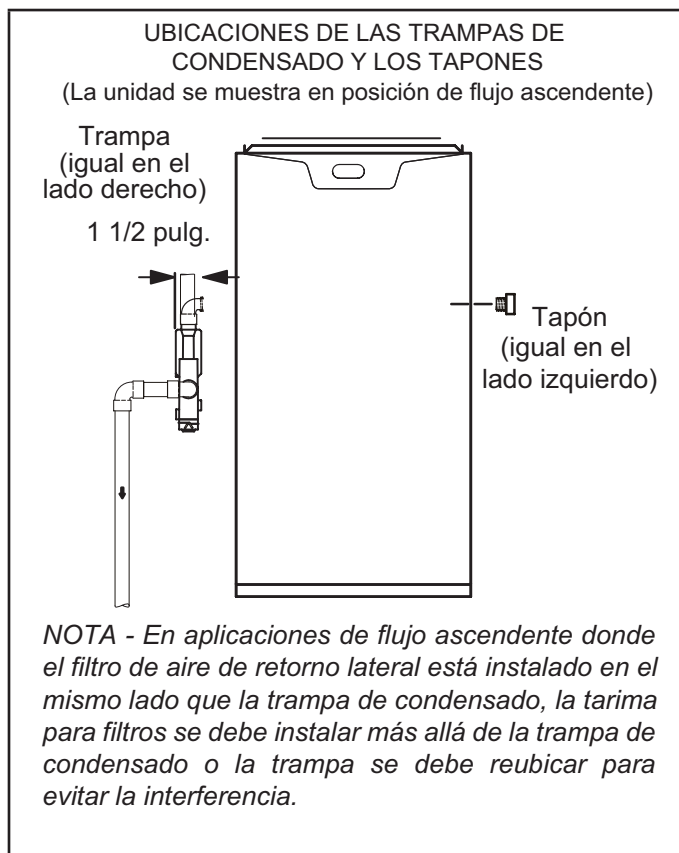
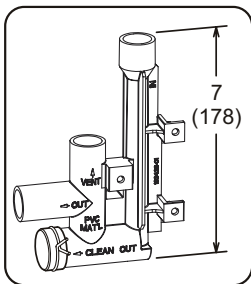

FIGURA 48
FIGURA 56
Consultar la FIGURA 48 y la FIGURA 50 para las ubicaciones de las trampas de condensado. La FIGURA 56 muestra el ensamble de trampa usando PVC de 1/2 pulg. o PVC de 3/4 pulg.
- 3 - Instale la tapa sobre la abertura de limpieza en la base de la trampa. Sujétela con una abrazadera. Ver FIGURA 56.
- 4 - Instale la trampa de drenaje con los accesorios de PVC apropiados y aplique pegamento a todas las uniones. Aplique pegamento a la trampa de drenaje proporcionada como se muestra en la FIGURA 56. Dirija la línea de condensado a un drenaje abierto. La línea de condensado debe mantener una inclinación hacia abajo de 1/4 pulg. desde el calefactor al drenaje.